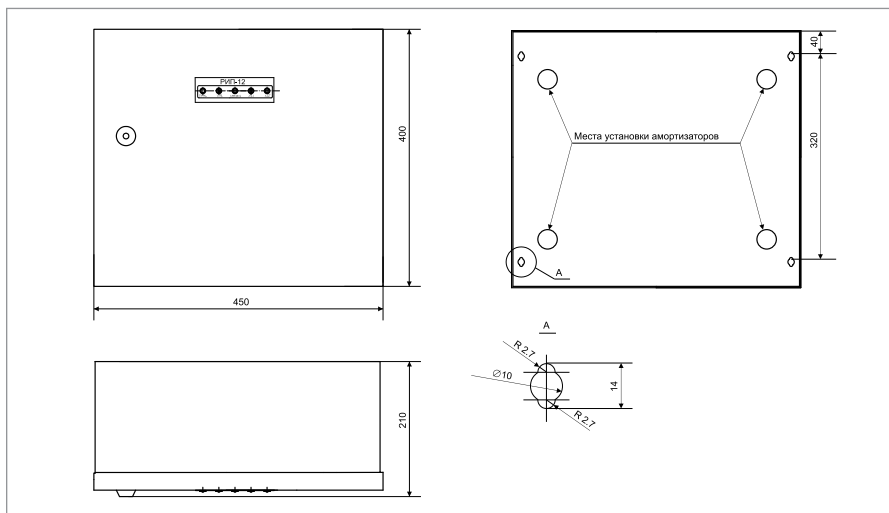

Рисунок 4. Внешний вид, габаритные и установочные размеры РИП
2. Установите амортизаторы RBS-41-BK из комплекта поставки в соответствии с разметкой на Рисунок 4.
3. Наметьте на стене места для четырёх установочных отверстий в соответствии с габаритным чертежом (см. Рисунок 4). Просверлите отверстия.